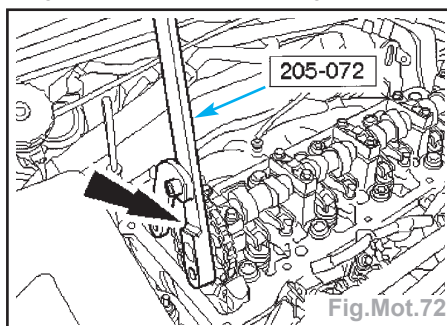

Fig.Mot.72
- A l'aide de l'outil 205-072, déposer le pignon d'arbre à cames (Fig.Mot.72).